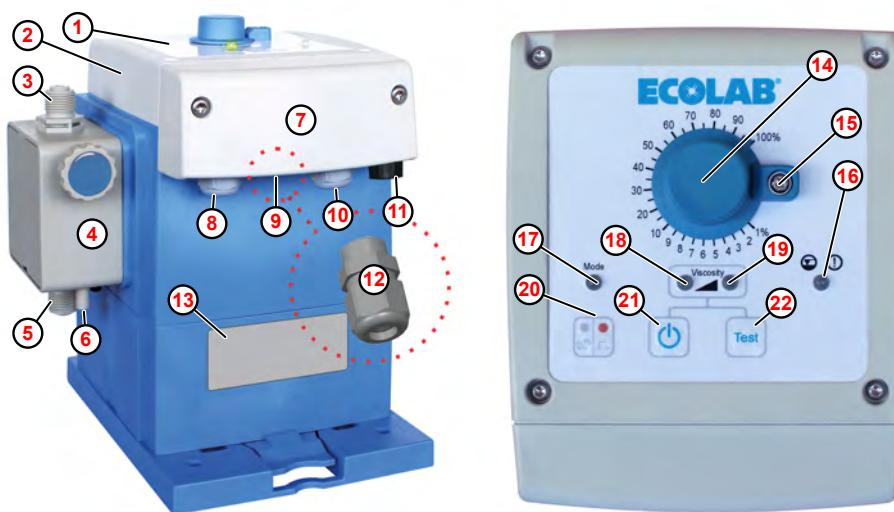

Fig. 1: Estructura y elementos de mando «EcoUp»
Para la conexión del cable de la señal de alarma, el paquete adicional de la bomba contiene un racor atornillado para cables M12 x 1,5 (Fig. 1, ⑫) correspondiente.